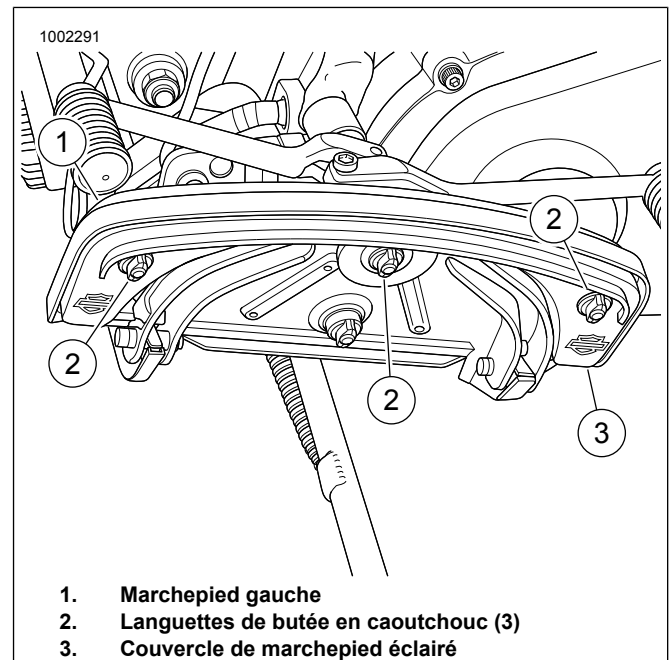

Figure 1. Pose du couvercle de marchepied éclairé
1. Voir Figure 1. En commençant par le marchepied gauche (1), l'incliner en position verticale pour accéder à sa partie inférieure.
2. À l'aide d'un nettoyant pour vitres, vaporiser les trois languettes de butée en caoutchouc (2) qui dépassent de la partie inférieure du marchepied.
3. En commençant par le trou central, exercer une pression vers le haut sur le boîtier du feu (3) et à l'aide de pinces, tirer vers le bas sur la languette de butée en caoutchouc jusqu'à ce que le feu se trouve sur la languette. Répéter cette opération pour les languettes gauche et droite.